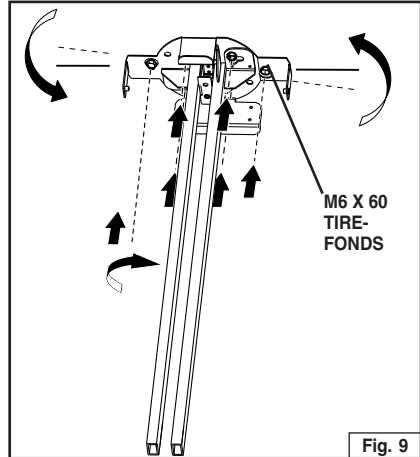

Fig. 9
3. Fixez les quatre (4) autres tire-fonds M6 X 60 restants par bras. Fig. 9.